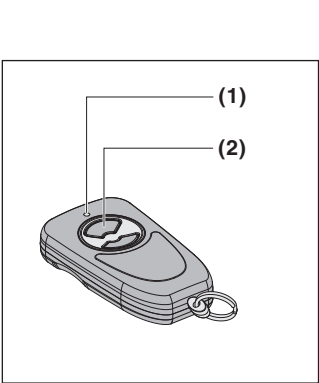

Fig. 1
2 Gerätebeschreibung (Fig. 1)
4.2 Den Handsender verwenden (Fig. 1)
- Die Taste (2) am Handsender drücken. Die mit der Taste verbundene Funktion (z. B. Tor auf/zu) wird ausgeführt.
2 Description de l'appareil (fig. 1)
4.2 Utilisation de l'émetteur (fig. 1)
- Appuyez sur la touche (2) de l'émetteur. La fonction liée à cette touche (par exemple ouverture/fermeture de la porte) s'exécute.
2 Beschrijving van het toestel (fig. 1)